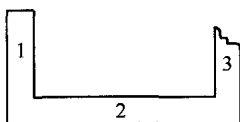
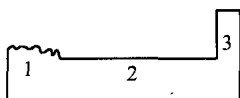

图6 左耳切检试样示意
图7 右耳切检试样示意
(2) 断裂零件取样 从图3长方框所示部位沿零件轴向垂直取样,切检试样以及受检面示意分别如图6、图7所示。